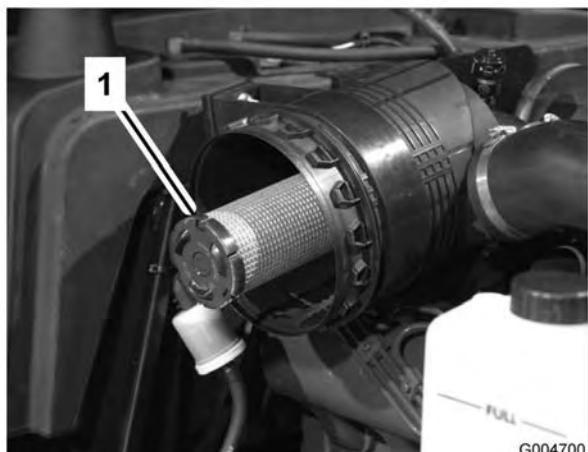

Bild 48
- Entfernen Sie den Hauptfilter (Bild 47). Das Reinigen eines verwendeten Elements wird nicht empfohlen, da das Filtermedium beschädigt sein könnte. Prüfen Sie den neuen Filter auf Versandschäden, prüfen Sie das Dichtungsende des Filters und des Körpers. Verwenden Sie nie beschädigte Filter. Entfernen Sie **nicht** den Sicherheitsfilter (Bild 48).
Wichtig: Versuchen Sie nie, den Sicherheitsfilter zu reinigen (Bild 48). Tauschen Sie den Sicherheitsfilter bei jeder dritten Wartung des Hauptfilters aus.